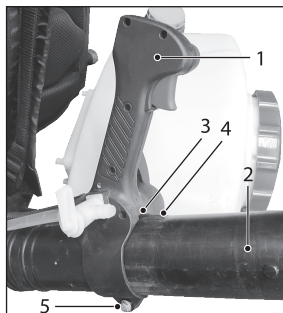

Рис. 3.2
3.2. Для модели GS-63-PRO: установите рукоятку управления 1 (рис. 3.2) на трубу напорную 2 (тип А), совместив паз 3 на рукоятке с выступом 4 на трубе. Зафиксируйте рукоятку с помощью крепежа 5.